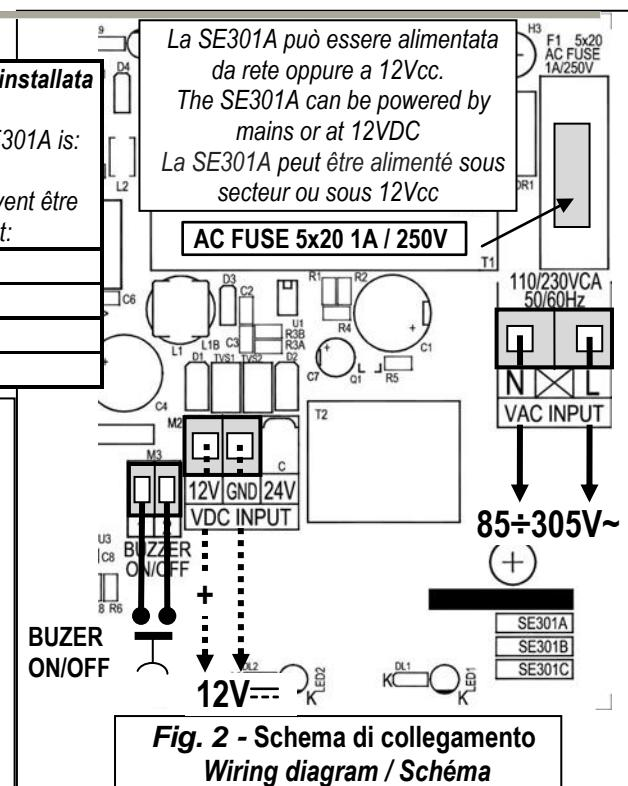

Fig. 2 - Schema di collegamento
**Collegamenti elettrici (fig. 2):** I morsetti sono ad innesto, è necessario sfilarli per effettuare i collegamenti. Prestare attenzione nei reinserirli dato che sono polarizzati.
**Electrical connections** (Fig. 2): The terminals are plug-in type, it is necessary to extract them to make the connection. Pay attention when you insert them again, being polarized
**Raccordements électriques:** (Fig.2): Les borniers sont de type "brochable", il est nécessaire de les débrocher pour effectuer les connexions. Prêter attention en les réinsérant, étant donné qu'ils sont polarisés.